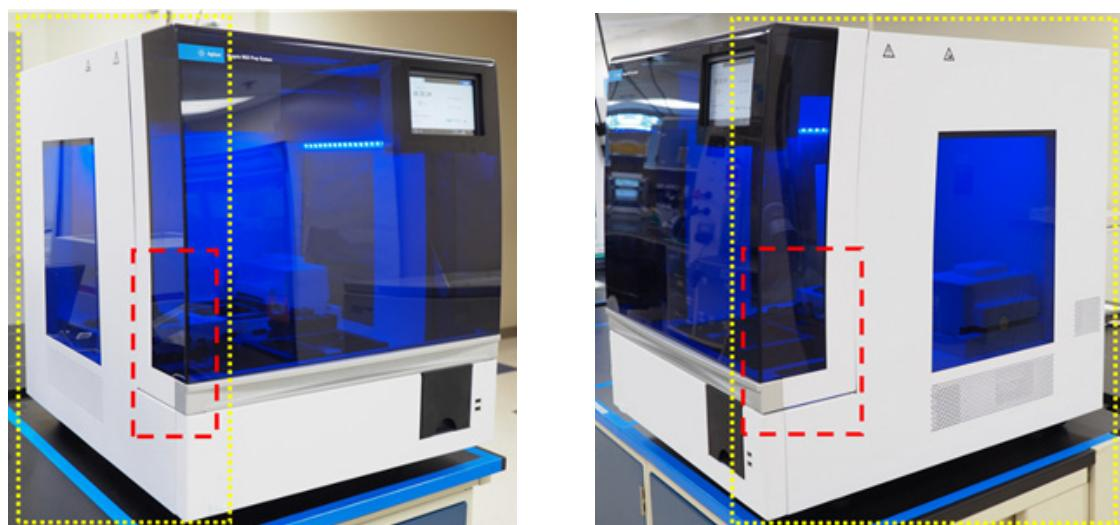

图 29 要擦拭的仪器左右两边的外表面
**c 仪器外部 - 左右两边:** 用经过 70% 异丙醇弄湿的实验室擦巾，擦拭图 29 中用黄色勾勒出的仪器的左右两边。用红色勾勒出的区域需要特别注意并仔细清洁，因为这些区域是门在打开和关闭时需要抓握的地方。